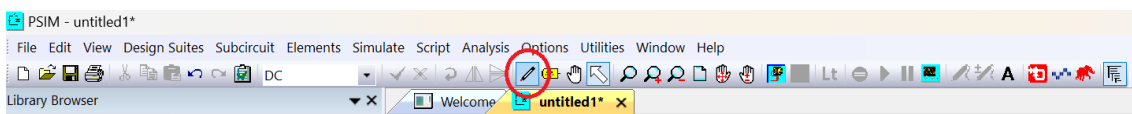
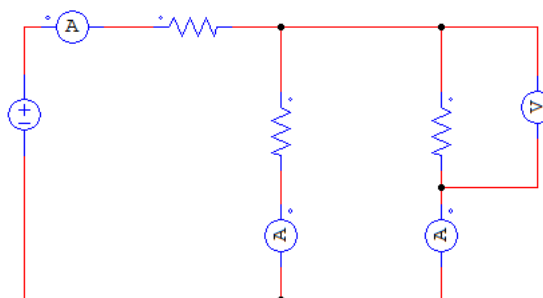

Figura 9 – “Lápiz”
Figura 10 – Componentes conectados
7) Na Figura 9, podemos visualizar o “lápiz” que é utilizado para ligar os componentes no ambiente de simulação, conforme Figura 10.